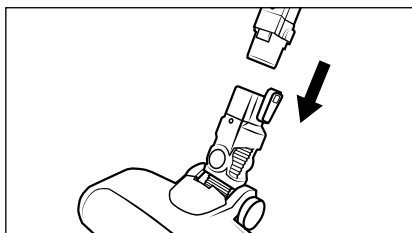

Bild 2
- 2) Sätt dammsugarröret **24** på golvborsten **22** och tryck in det tills det klickar fast (se bild 2).